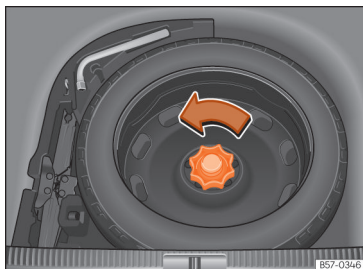

Abb. 238 Im Gepäckraum: hochgeklappter Ladeboden.
- Drehen Sie das Rändelrad entgegen dem Uhrzeigersinn heraus »» Abb. 238.